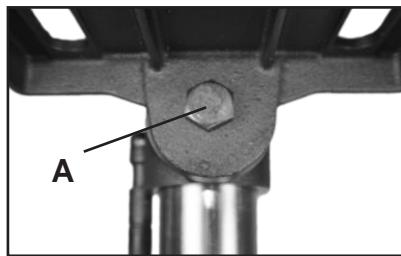
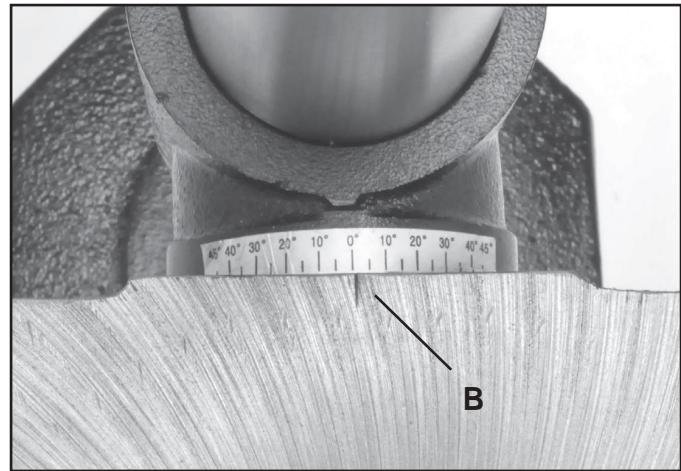

FIG. 8
FIG. 9
8. INCLINACIÓN DE LA MESA: La mesa de la prensa taladradora se inclinará de 0 a 45 grados hacia la izquierda y derecha. Para inclinar, afloje la tuerca debajo de la mesa (Fig. 8, A). Alinee la marca "cero" en la mesa (FIG. 9, B) con el grado en la escala que desea.